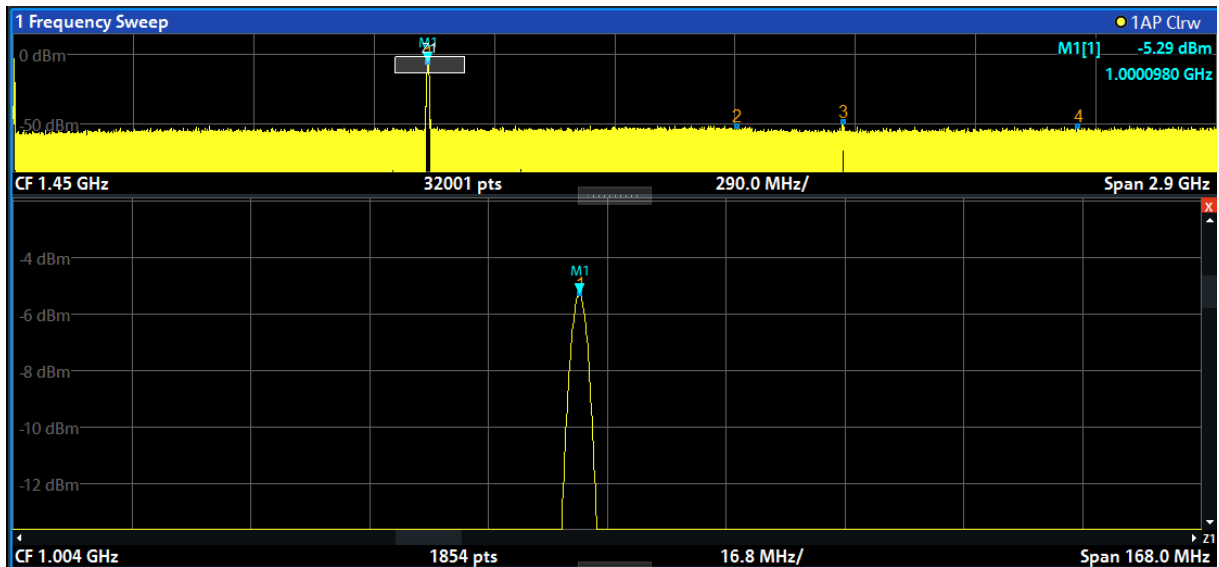

图 5-14: 具有增加的扫描点数量的放大峰值
3. 在图 5-14 中，放大的峰值是由一条很粗的迹线表示的。这是因为扫描点数量不足。在缩放显示区插入缺少的扫描点之后，结果不理想。为改善结果，我们将扫描点的数量从 1001 增加到 32001。